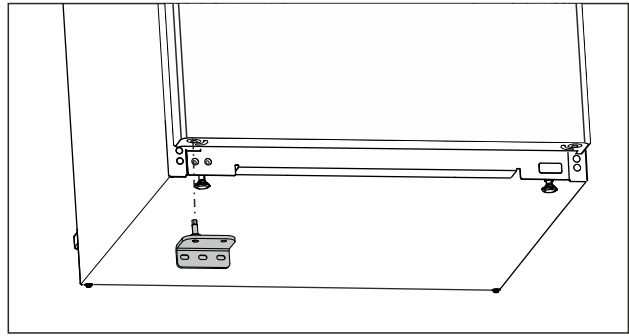

Fig. 22
- Plaats de onderste lagersteun aan de tegenoverliggende kant. (zie Fig. 22)